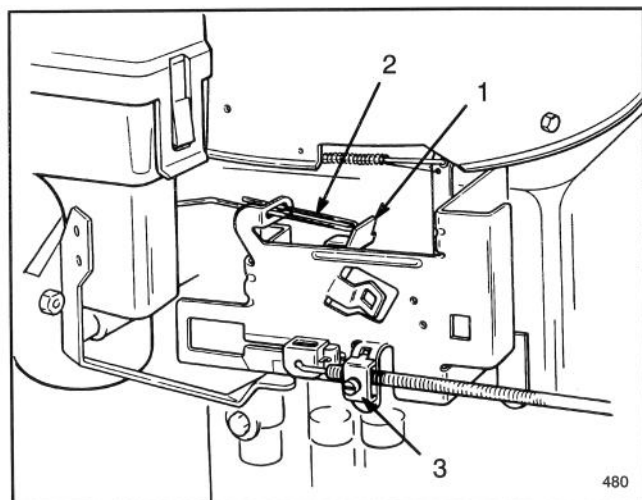

Figure 13
2. Le levier de commande du papillon doit juste toucher la tringle du starter (Fig. 13); s'il n'est pas dans cette position, un réglage est nécessaire.
B. Desserrer la vis de serrage du câble de commande des gaz (Fig. 13) et déplacer la gaine et le câble de commande des gaz jusqu'à ce que le levier de commande du papillon touche la tringle du starter.